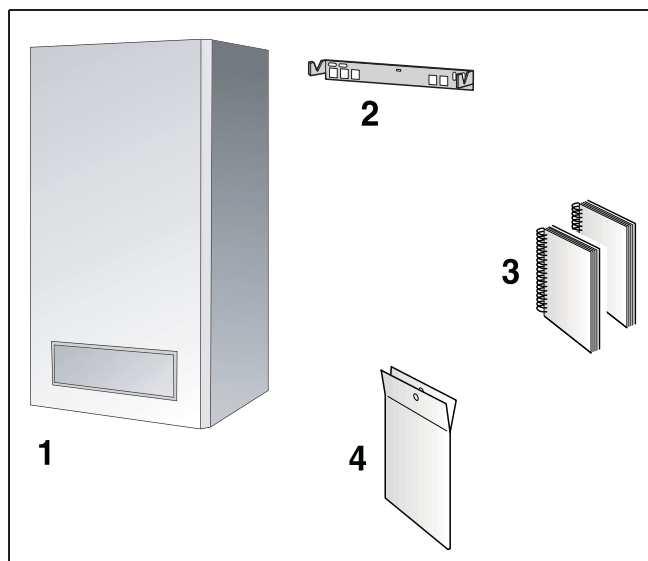

Fig. 4 Composizione della fornitura
La fornitura degli apparecchi Princess Plus HR(C) include quanto riferito alla fig.4